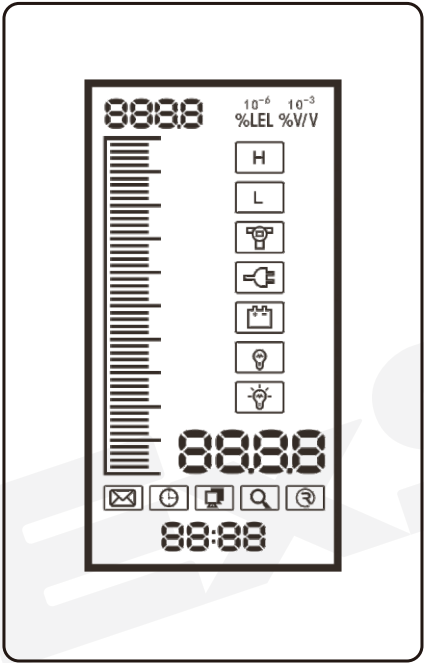

图5-1
1、控制器进行自检，电源灯点亮，其他指示灯全亮1秒钟，蜂鸣器短鸣1下，显示如下（图5-1），而后进入预热状态。